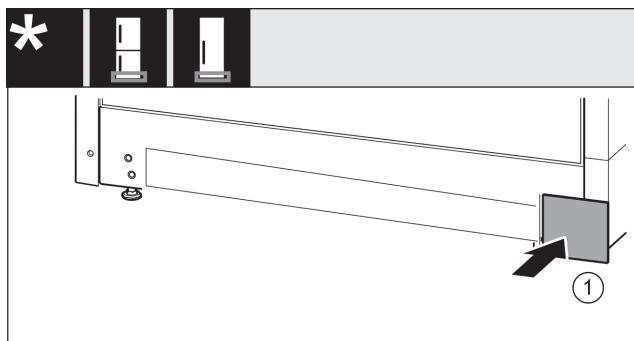

Fig. 15
► Kryt opäť nasadťte na druhú stranu. Fig. 15 (1)